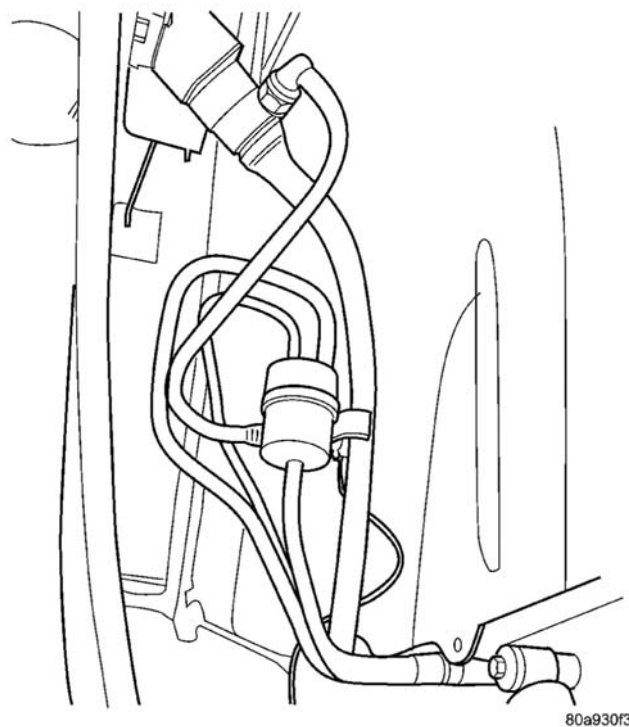

图 20 加油管和通气管
- (1) 断开蓄电池负极导线。
- (2) 卸下在加油口盖处的 3 螺丝
- (3) 举升并支撑住车辆
- (4) 卸下左后轮胎。
- (5) 卸下防溅板（图 20）。
- (1) 将加注口管安装至油箱（图 20）。
- (2) 安装接地带线。
- (3) 将通气连接至加注口管顶端。